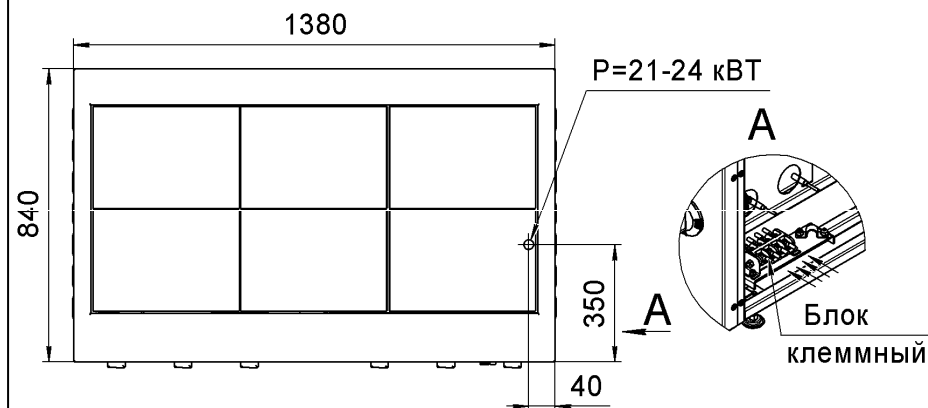

Рис.5
6.7 Рекомендуем, подвод электропитания к плите производить, скрытой в полу, трубной разводкой. Диаметр трубы – не менее 1/2" (Ø=22мм), (см. рис.5).
6.8 Подвод электропитания к плите произвести через автоматический выключатель типа АЕ, АП или аналогичный. Клеммная колодка, для подключения плиты к э/сети, расположена за правой облицовочной панелью шкафа (см. рис.5).